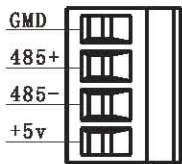

图7
- a) XLR5000系列软起动器在左侧有一接线端子, 具体接线见 (图7)